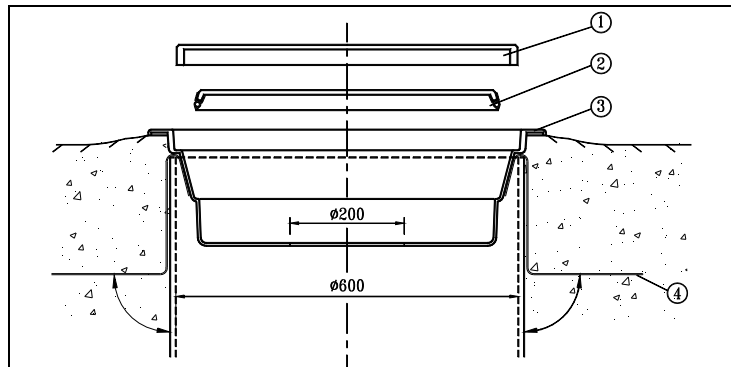

Fig. 16: Installation af plastdæksel og rammemontering på rense- og inspektionsbrønden
Plastdæksel og ramme (Ø600 mm) kan installeres direkte på rense- og inspektionsbrønden til en cylinderformet samletank (Ø600mm). Følgende udstyr er inkluderet i leverancen af dæksel og ramme, (Fig. 16): D600 dæksel (1), ramme (3), fastgjorte installationsbånd, 3 stk. (4). Ydermere er der et indvendigt, lugt/gastæt dæksel til rådighed som ekstraudstyr til dæksel og rammemonteringen (2).
Rammen placeres på rense- og inspektionsbrønden inden den endelige tilfyldning med sand. Installationsbåndene, der er fastgjort på rammen ved laminering bøjes og dækkes med sand (Fig. 16). Installationsbåndene forhindrer, at tætningsring (collar) flytter sig fra sin plads, og de forhindrer, at nogen kan falde ned i tanken. Tømning af samletanken foretages via standardhullet (Ø200 mm) i plastdækslets ramme og rammemontering. I tilfælde, hvor det skønnes nødvendigt, kan hullet udvides.